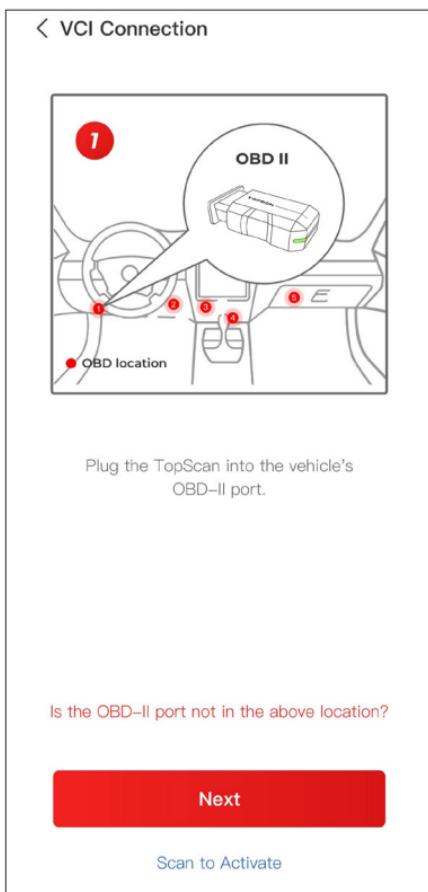

Abb. 3-4
② Folgen Sie der Anleitung auf der geführten Benutzeroberfläche und starten Sie den Motor des Fahrzeugs. Klicken Sie dann auf **Weiter** (siehe Abbildung 3-4).